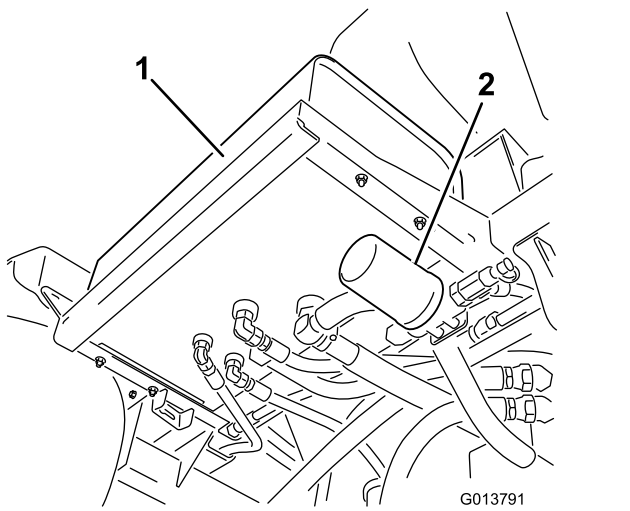
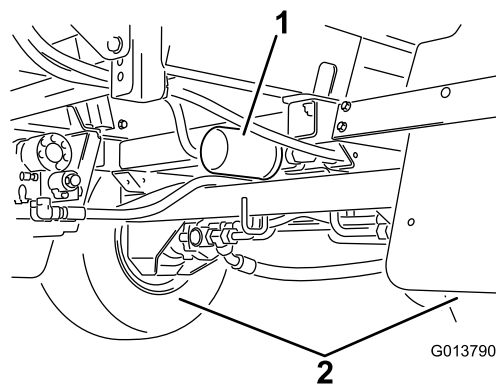

Figura 100
Figura 101
2. Localice los dos filtros hidráulicos en la máquina (Figura 100 y Figura 101).